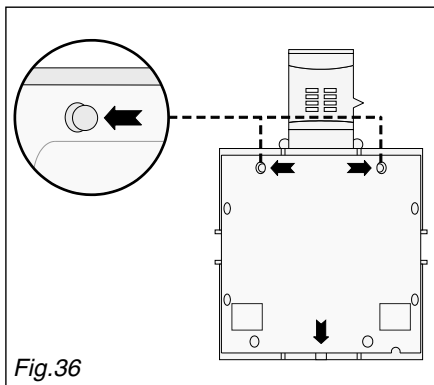

Fig.36
- 3- Remplacer la lentille (fig. 36).